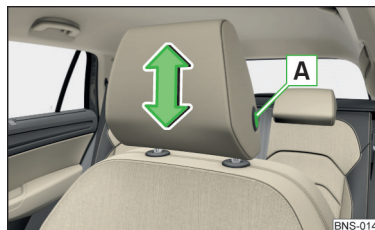

Fig. 98
- › Pour le **réglage de la hauteur**, maintenez le bouton de verrouillage **A** et poussez l'appuie-tête dans la direction souhaitée » fig. 98.